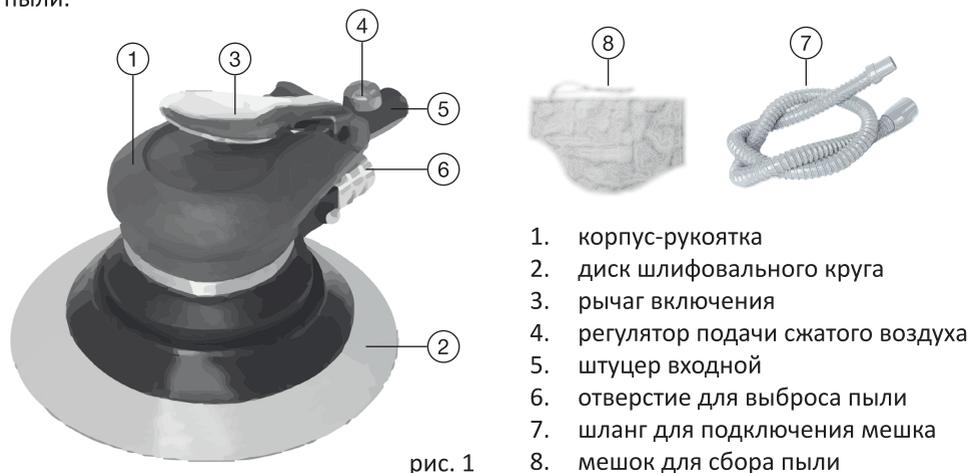

рис. 1
Шлифмашина состоит из металлического корпуса- рукоятки (рис.1 поз.1), покрытого пластиком. Пластиковое покрытие способствует надёжному хвату инструмента при работе, а также снижает вибрацию рукоятки. Энергия сжатого воздуха от компрессора, преобразуется в инструменте во вращательное движение эксцентрикового механизма, расположенного в пластиковом кожухе.
К задней части рукоятки крепится штуцер (рис.1 поз.5) для подключения шланга от компрессора с помощью переходника типа «евро-разъём» (входит в комплект поставки). В штуцер встроен регулятор расхода воздуха (рис.1 поз.4). Изменяя расход подаваемого воздуха от «0» до «МАХ», меняется скорость вращения круга. Подача воздуха осуществляется нажатием на рычаг (рис.1 поз.3). При отпускании рычага, подача воздуха прекращается.
- прикрутите к инструменту диск (рис.1 поз.2) с наклеенным на него шлифовальным кругом, застопорив ключом (входит в комплект поставки) эксцентрик;